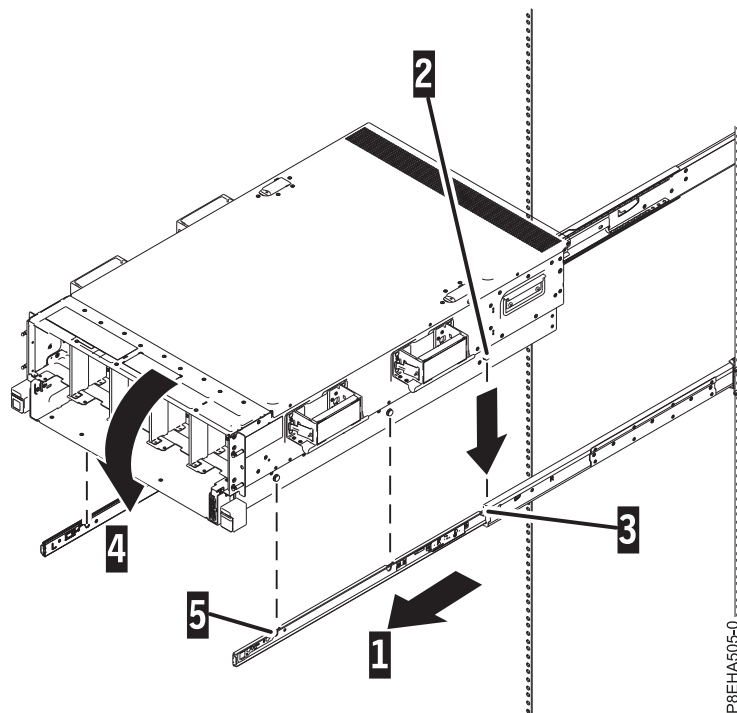

図 12. 取り付け用ハードウェアへのシャーシの取り付け
1. 取り付け用ハードウェア (1) を、12 ページの図 12 に示すように拵げます。
4. 図 12 に示すように、背面シャーシ・ピン (2) が取り付け用ハードウェア (3) の背面の穴に差し込まれるように、システムの前面を斜めに上げます。
5. 図 12 に示すように、シャーシ・ピンが取り付け用ハードウェアの前面 (4 および 5) と中央の穴に差し込まれるようにシステムの前面を斜めに下げます。